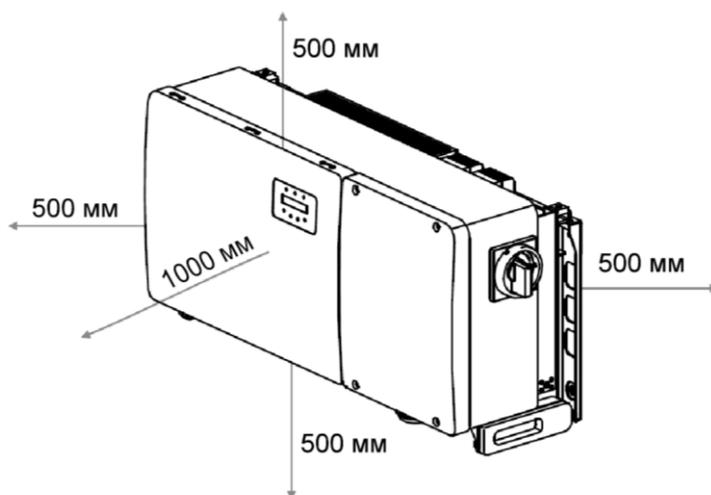

Рисунок 3.1 Рекомендуемое расстояние между инверторами
- При установке системы инверторов необходимо соблюдать расстояние в 500мм между инверторами и ближайшими поверхностями. Расстояние от основания инвертора до поверхности пола должно составлять не менее 500мм (см. Рисунок 3.1).